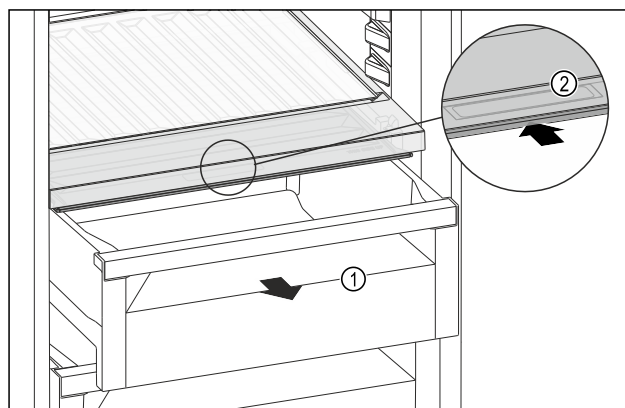

Fig. 161
- Estrarre il cassetto Fig. 161 (1).
- Afferrare la maniglia incassata *Fig. 161 (2)* sul coperchio dello scomparto e spingere allo stesso tempo all'indietro il coperchio dello scomparto.